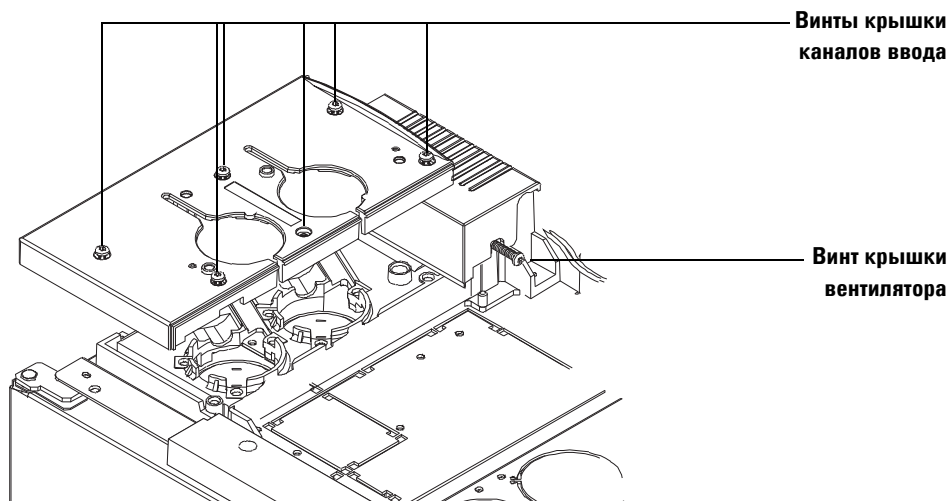

Рис. 2 Снятие верхней крышки порта ввода и крышки вентилятора каналов ввода (ГХ серии 6890)
- 1 Ослабьте винт Torx T-20 с правой стороны крышки вентилятора. Расположение винтов см. на Рис. 2 на стр. 42.
- 1 Полностью раскрутите шесть винтов Torx T-20 сверху на крышке (Рис. 2).